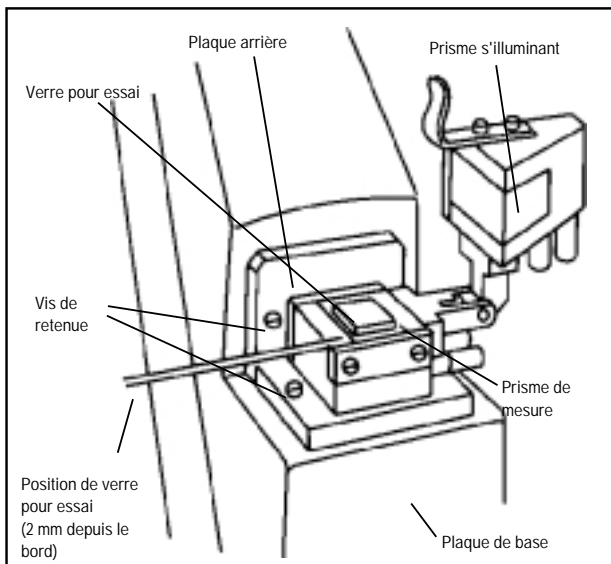

Figure 4
1. Ouvrir le couvercle de l'assemblage du prisme (Figure 4) et retirer le tissu de protection de la lentille. Nettoyer la surface du prisme de mesure avec de l'alcool, puis avec de l'eau distillée. Essuyer avec un chiffon doux propre ou un tissu pour lentille, mais ne pas essuyer la surface du prisme de mesure si elle est déjà sèche. Tout résidu laissé sur le prisme peut affecter la précision des relevés.
9. Tourner la commande de réglage pour centrer la ligne d'ombre sur le viseur. La ligne d'ombre doit être parfaitement centrée pour obtenir un relevé précis (Figure 4).
3. Place le verre pour essai d'indice de réfraction sur la surface du prisme de mesure avec la surface imprimée orientée vers le haut. Positionner l'extrémité polie du verre pour essai en direction de l'illuminateur - à environ 2 mm du bord (Figure 4).